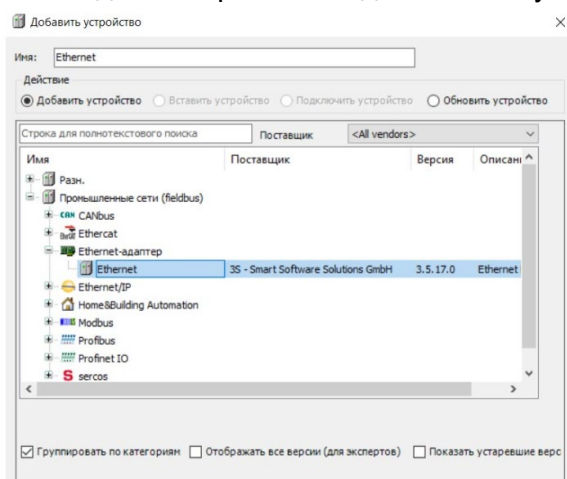

Рис. 15 Добавление Ethernet.
1. Для создания соединения Пользователю необходимо в дереве проекта добавить устройство "Ethernet (Ethernet)", которое обеспечивает обмен по выбранному порту ETН1/ETН2. Далее необходимо нажать правой кнопкой мыши на объект "Device (K15.LX1)" в дереве проекта и выбрать "Добавить устройство...". В директории "Промышленные сети (fieldbus) > Ethernetадаптер" Пользователю потребуется выбрать объект "Ethernet" и двойным щелчком добавить его в дерево проекта (Рис. 15). Далее необходимо закрыть окно добавления устройств.